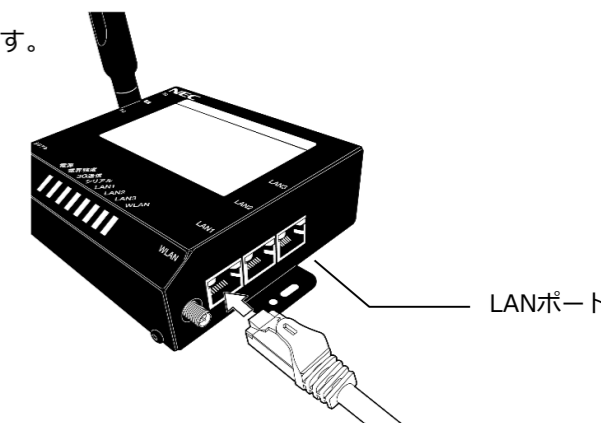

図4 モバイルパック3GルータへのLANケーブルの接続
- モバイルパックの3Gルータ側面のLANポートにLANケーブルを接続する。(図4)